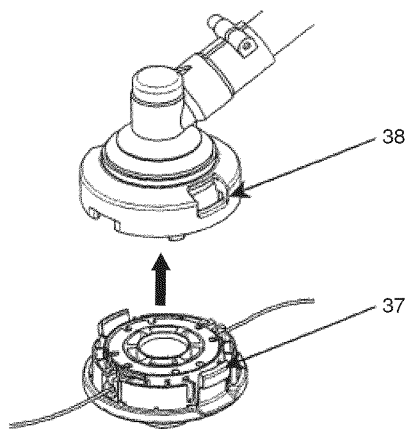

Fig. 33
(6) Placez le couvercle sur le boîtier de façon à ce que les attaches de blocage (37) sur le boîtier rencontrent les longs trous (38) sur le couvercle. Ensuite, appuyez bien sur le boîtier jusqu'à ce qu'il s'enclenche. (Fig. 33)